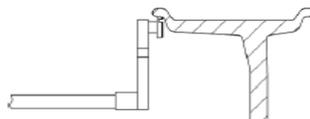

Figure 7-2
8.1.1 Tirer le bras de mesure sur le bord intérieur de la jante réf Fig. 7-2 et lire le mesurage sur la réglette, faire revenir le bras manuellement et entrer le mesurage (en appuyant sur a+/a-).